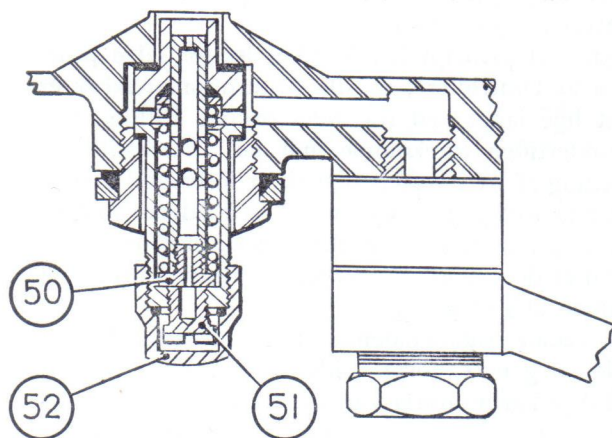

Fig. A.3
Før en nøjere gennemgang af startkarburatorens konstruktion og virkemåde, vil vi lige se på det specielle strålerør, der anvendes i forbindelse hermed og som er afbildet skematisk på fig. A. 3. Med hensyn til centrering af nålen og justering af tomgangsblandingen foregår dette på samme måde som den almindelige karburator med håndchoker.
På fig. A. 3 vil man se, at strålerøret, som er lejret mellem to styr, i princippet er som beskrevet i afsnit A. 1. Selve dysen er imidlertid kortere og går ikke op igennem det underste styr, men ender i en flange (50), som danner underlag for trykfjederen, der både holder pakningerne på plads og trykker strålerøret nedad, således at underfladen af dets flange (50) ligger an mod justeringsskruen (51 på fig. A. 3).